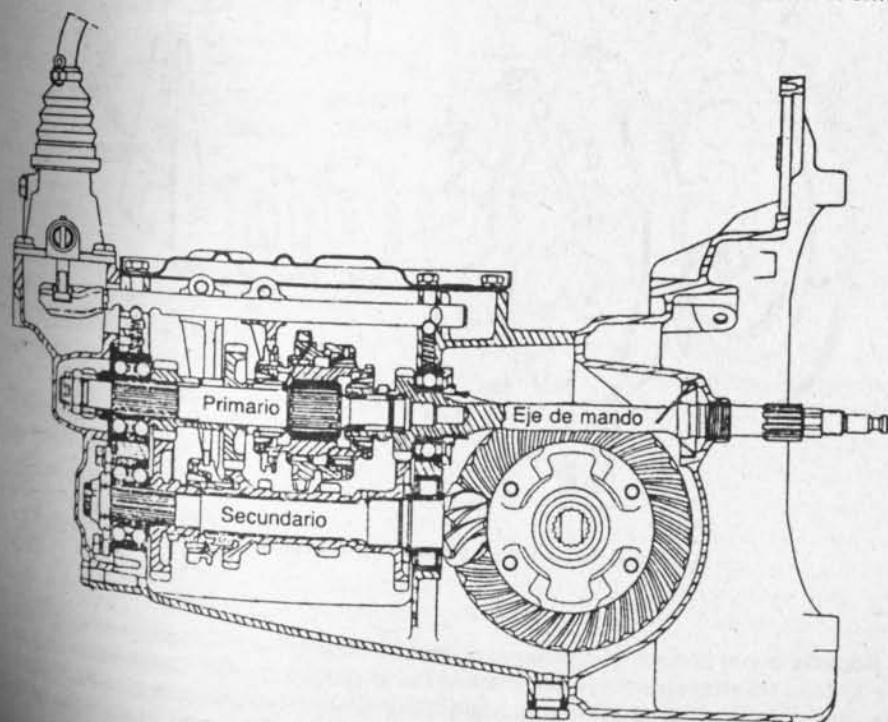

Fig. 5-1.— Caja de cambios y diferencial de Citroën 2CV, 1968
1. **Conjunto embrague-caja de cambios-diferencial.**— Los vehículos Citroën tienen el embrague, caja de cambios y diferencial en una caja común (Fig. 5-1), que se instala tras el motor.